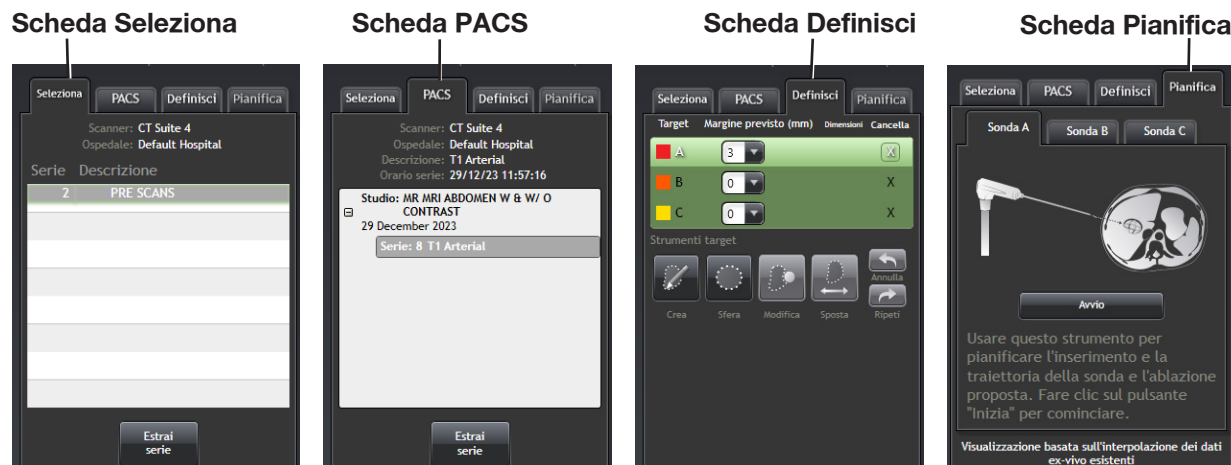

Figura 3-7: Schede incluse nella fase Definisci target.
La Figura 3-7 mostra le schermate delle 4 schede disponibili nella fase **Definisci target**. Un'analoga organizzazione delle schede si segue nelle fasi **Valuta sonda** e **Valutazione trattamento**. Per la fase **Definisci target**, queste 4 schede includono strumenti tramite i quali l'operatore può selezionare e scaricare serie di immagini TC (schede **Selezione** e **PACS**), definire le lesioni target (scheda **Definisci**) e pianificare le ablazioni (scheda **Pianifica**) (vedere la descrizione dettagliata nella sezione **FASE Definisci target** di seguito).
- b. Il menu **Fasi** visualizza le schermate principali del software ABLATE-IQ (Scegli scanner, Immagini del PACS, Valuta sonde, Valutazione trattamento e Crea report) (Figura 3-7).